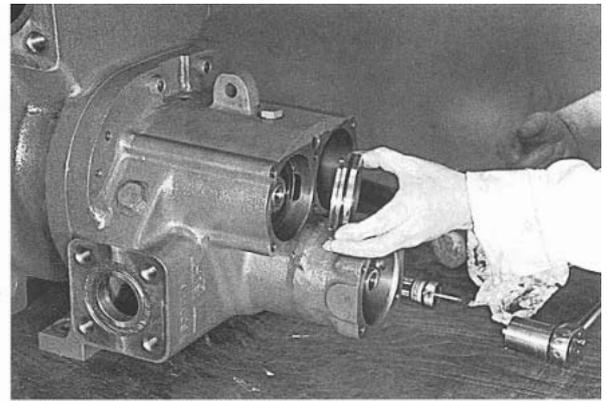

Рис. 138
26. Смажьте и расположите упорную крышку ротора "папа". (Рис. 138)